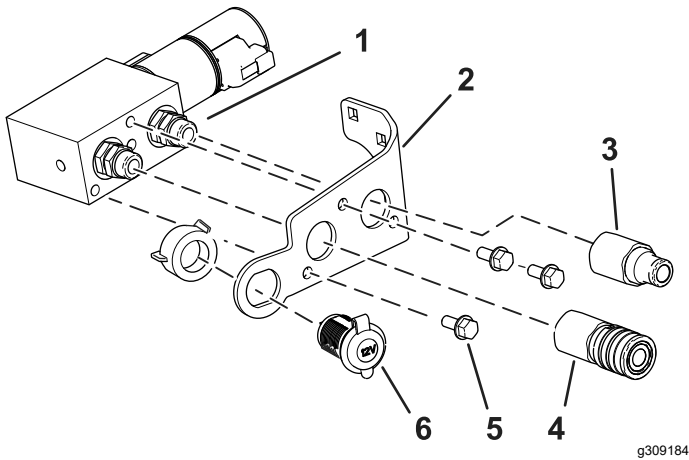

図 1
1. マニホールドにオス型とメス型の油圧コネクタを取り付けます。マニホールドにオス型とメス型の油圧コネクタを取り付ける 図 1。
2. プラスチック製のナットを取り外し、それを使って12Vポートをブラケットに接続する 図 1。
3. ブラケットを3本のボルト (5/16" x 3/4") を使って取り付ける。 図 1を参照方。